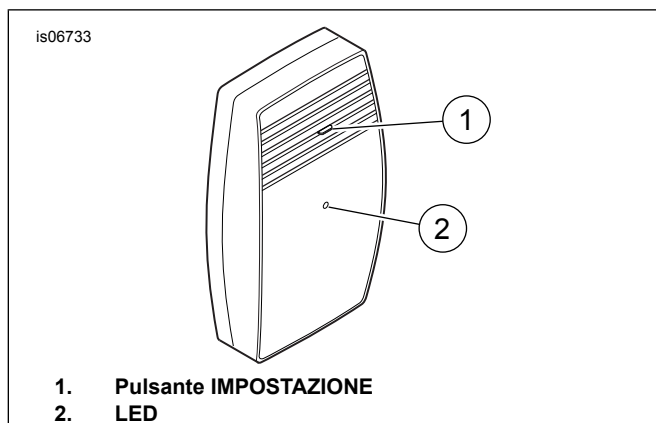

Figura 26. Ricevitore del telecomando della porta del garage, vista anteriore
3. Vedere Figura 26. Tenere premuto il pulsante **IMPOSTAZIONE** sul **ricevitore** del telecomando Harley-Davidson di apertura della porta del garage. Il LED del **trasmettitore** (sul veicolo) lampeggia di continuo mentre si preme il pulsante **IMPOSTAZIONE**.